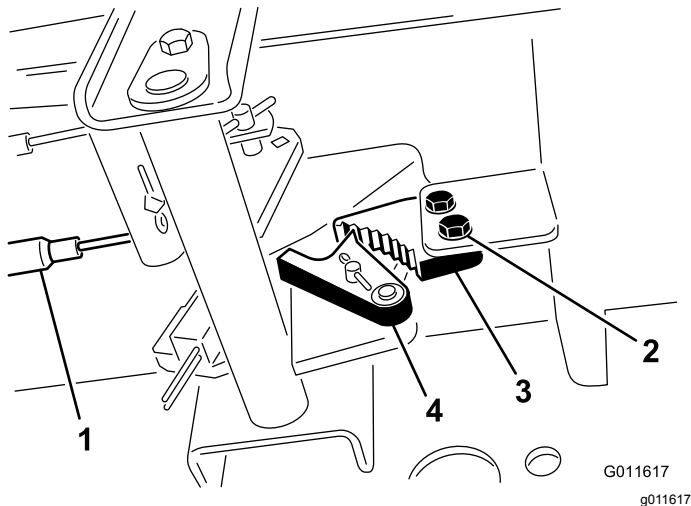

Figure 63
1. Desserrez les 2 vis qui fixent le cliquet du frein de stationnement au cadre (**Figure 63**).
2. Appuyez sur l'avant de la pédale du frein de stationnement jusqu'à ce que le verrou s'engage complètement sur le cliquet du frein (**Figure 63**).